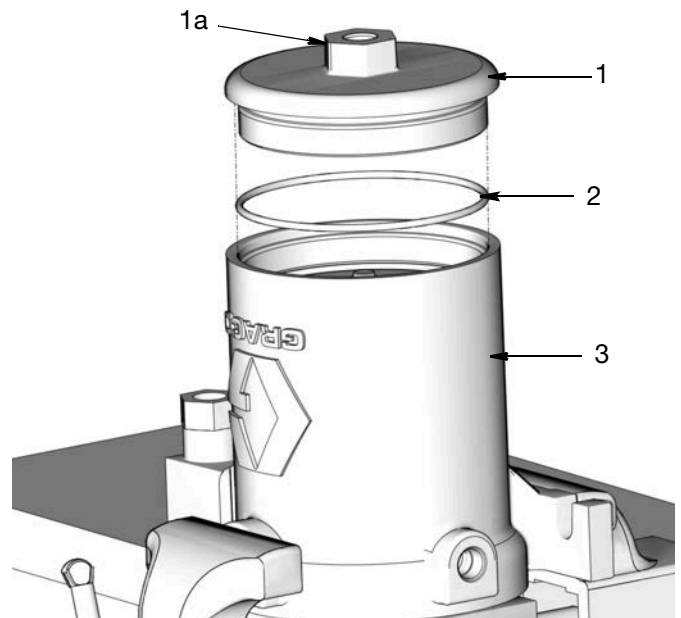

图 35
10. 在盖 O 形圈 (2) 上抹上薄薄一层滑脂。将 O 形圈安装到盖子 (1) 中 (图 35)。
11. 将盖子装在气动马达气缸 (3) 的底部。用手施加压力，帮助盖子就位和压缩弹簧。使用扳手转动螺母 (1a)，拧紧盖子，然后应用 28 至 32 英尺磅 (37.9 到 43.4 牛·米) 的扭力，如图 35。